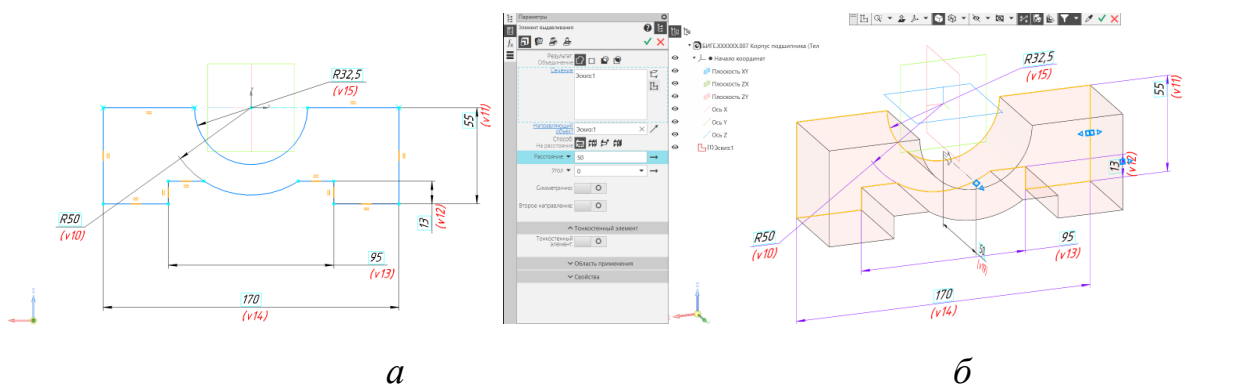

Рис. 7 Команда «Элемент выдавливания»: а – эскиз для создания модели, б – результат выдавливания
- Плоскость XZ – Создать эскиз (рис. 7, а).
Параметры выдавливания: результат операции – объединение; направляющий объект – Эскиз 1; способ – на расстояние 50 мм (рис. 7, б).